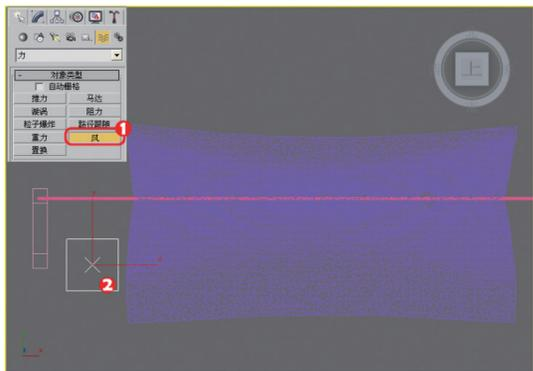

图9-82 创建风力扭曲物体
**01** 在场景中利用【风】工具创建一个风力扭曲物体，如图9-82所示。